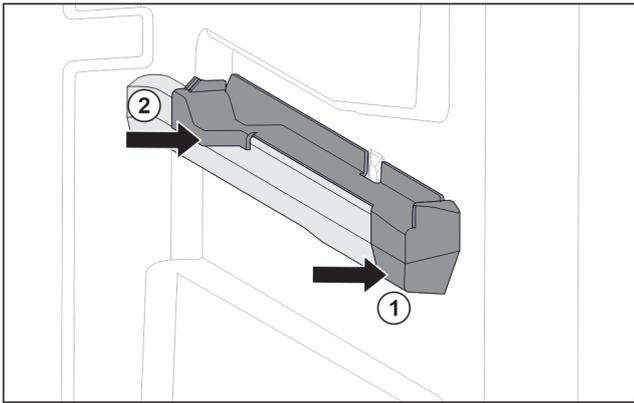

Fig. 51 Aufsteckteil auf der rechten Behälterrippe
- ▶ Aufsteckteil vorne an Behälterrippe ansetzen. Fig. 51 (1)
- ▶ Aufsteckteil hinten andrücken. Fig. 51 (2)